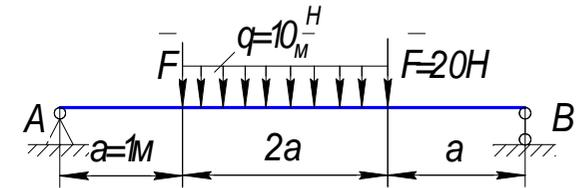

Рис.2.35
2.66. Построить эпюры изгибающих моментов и поперечных сил для балки, показанной на рис.2.35. Найти диаметр круглого поперечного сечения балки при  $[\sigma] = 110 \text{ МПа}$